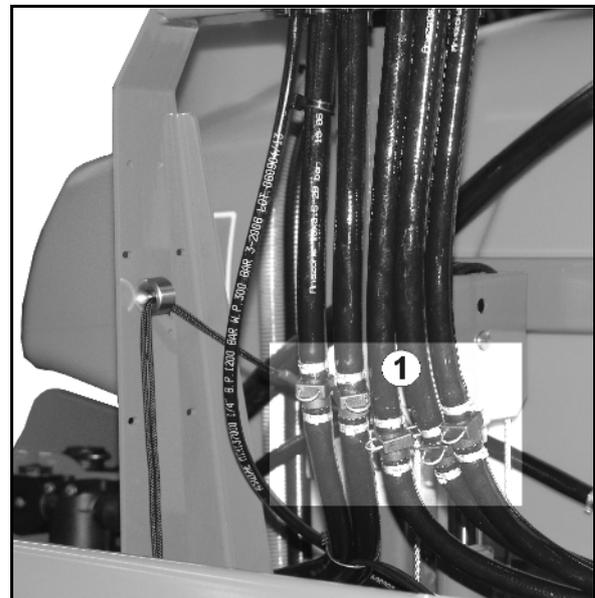

Fig. 134
1. Die Überwurfmutter vom Druckentlastungsschlauch (Fig. 134/1) und Rücklauf (Fig. 134/2) lösen und Restmenge ablassen.